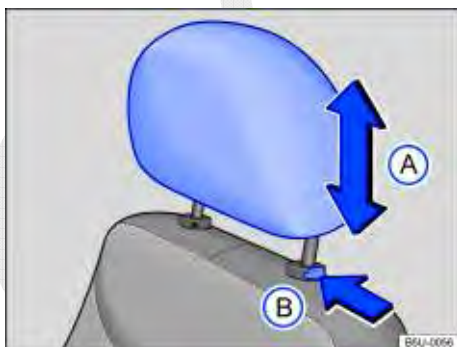

Fig. 40 Desinstalar o apoio para cabeça dianteiro.
- Pressionar a tecla ⇒ Fig. 40  no sentido da seta. Retirar o apoio para cabeça com a tecla pressionada.
- Empurrar o apoio para a cabeça totalmente para baixo com o botão ⇒ Fig. 40  pressionado.